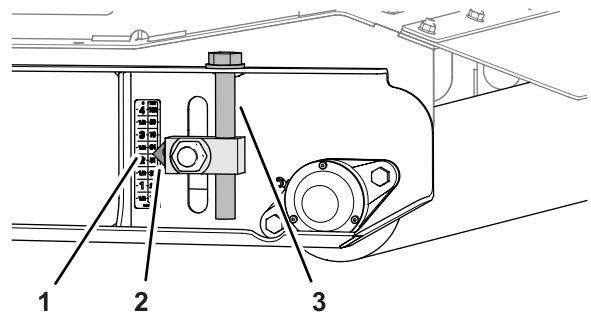

Bild 83
5. Heben Sie die linke und rechte Schnitthöheverstellung an der hinteren Rolle auf die 57 mm Markierung auf dem Aufkleber an (**Bild 83**).